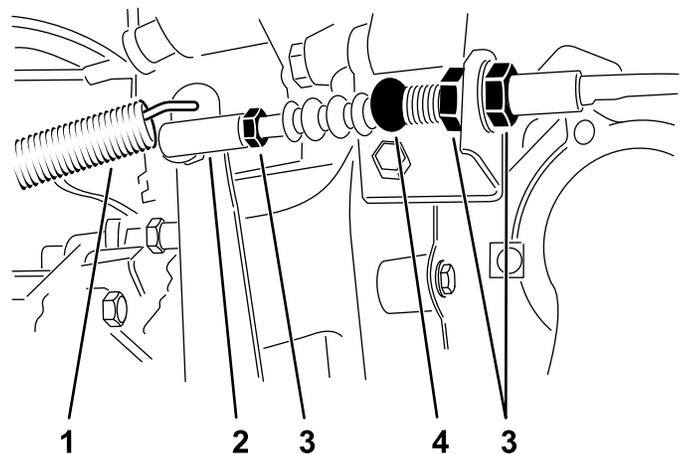

Рисунок 64
1. Ослабьте контргайки крепления троса сцепления к кронштейну на корпусе сцепления (Рисунок 64).